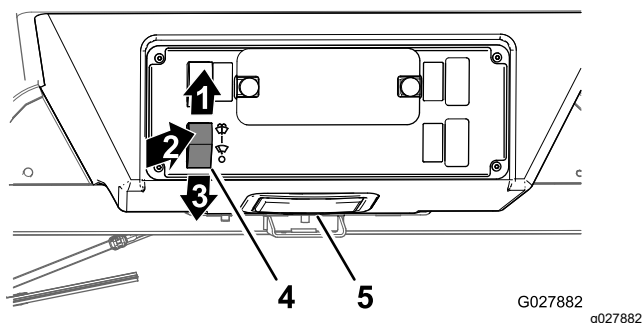

Рисунок 51
- Для включения щеток стеклоочистителя нажмите вверх переключатель стеклоочистителя (омывателя) (Рисунок 51).
- Для остановки щеток стеклоочистителя нажмите вниз переключатель стеклоочистителя (омывателя) (Рисунок 51).
- Для подачи жидкости из бачка омывателя на ветровое стекло кратковременно нажмите на верхнюю половину переключателя стеклоочистителя и омывателя (Рисунок 51).